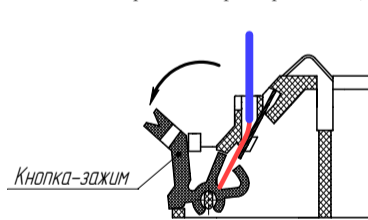

Рисунок 1
- Кнопки-зажимы контактов 3 и 4 (маркировка контактов выполнена на контактной группе) предназначены для подключения («») ШС. В состоянии поставки кнопки-зажимы находятся в отжатом положении, освобождая каналы для ввода проводов (см. рисунок 1). Подключение проводов ШС следует проводить в следующей последовательности: